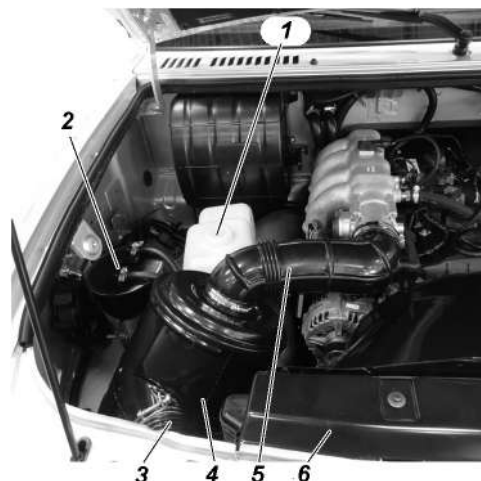

Рис. 3.56. Подкапотное пространство (фрагмент):
**Бачок омывателя 1** (рис. 3.56) заполняйте чистой водой (летом) или специальной незамерзающей жидкостью (зимой).